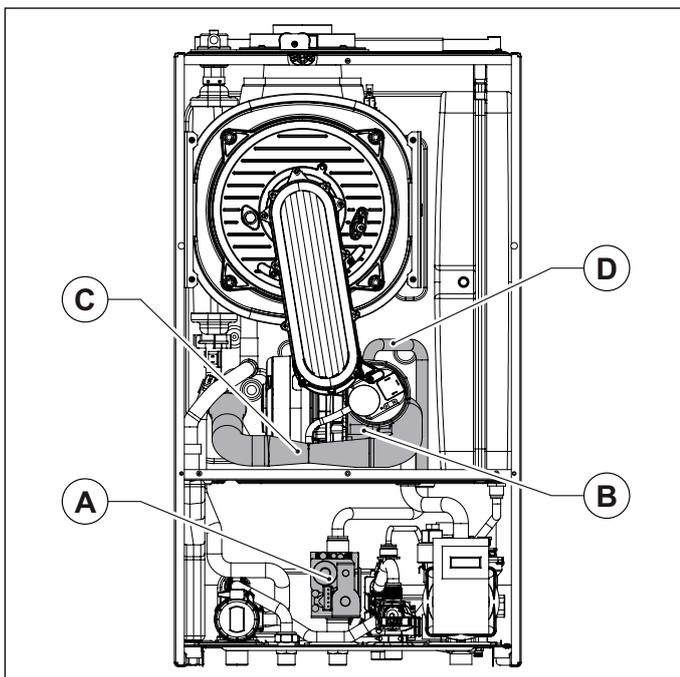

Fig. 36 Chambre d'aspiration
- Enlever la chambre d'aspiration, en dévissant avant tout la vis qui la fixe au mélangeur (voir Fig. 36 Chambre d'aspiration).
- Débrancher le tuyau du gaz du mélangeur (voir Fig. 36 Chambre d'aspiration).